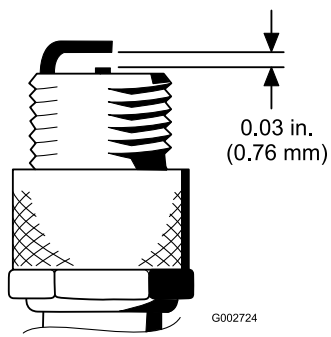

Bild 28
4. Stellen Sie den Abstand zwischen der Mittel- und der Masseelektrode auf 0,76 mm ein (Bild 28). Schrauben Sie eine Zündkerze mit korrektem Elektrodenabstand in den Zylinderkopf ein und ziehen sie auf 23 Nm fest. Wenn Sie keinen Drehmomentschlüssel benutzen, ziehen Sie die Kerze fest an.